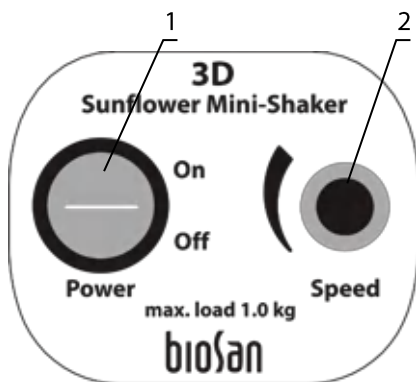

Рис. 2. Панель управления модели 3D
- 5.2.9. Если число повторений цикла не установлено (индикатор циклов (рис.2/9) показывает ноль), нажатие кнопки **Run/Stop** переводит прибор в режим продолжительной работы до тех пор, пока не будет повторно нажата кнопка **Run/Stop**.